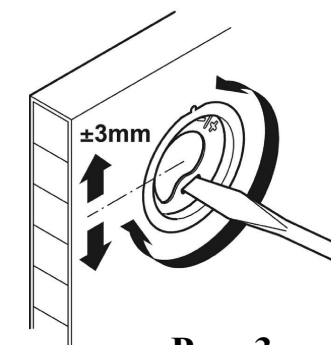

Рис. 3
3. Повесьте зеркало на стену. При необходимости выполните регулировку (Рис. 3)